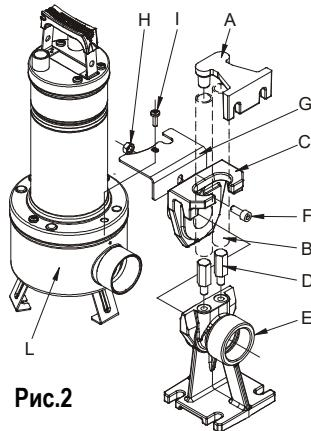

Рис.2
- Для стаціонарної установки рекомендується використовувати підйомний механізм DSD2 (постачається на замовлення – **Рис.2**) для полегшення виконання технічного обслуговування електронасоса. Цей механізм встановлюється між напірним отвором електронасоса та трубопроводом, і в процесі технічного обслуговування допомагає уникнути знімання напірного трубопроводу. Механізм DSD2 складається з 8 частин, плюс одна, яка не входить в комплект (труби 3/4"):
Опора встановлюється на дно та прикріплюється розширювальними гвинтами, відповідного розміру. Кріпильна скоба для труб розташовується у верхній частині колодязя та вставляється з кінця двох труб 3/4 " (не входять в комплект), які виконують роль жолоба. Дві трубы з'єднують скобу з опорою. З'єднати скобу підстави з фільтром насоса поруч з напірним отвором, закріплюючи її двома гвинтами, передбаченими для блокування кришки фільтра. Вийняти верхній болт з фланця з нагнітальної сторони (I). Встановити блокувальну скобу проти обертання (G). Повернути болт на місце (I). Зняти супорт з сполучної ніжки та з'єднати його з нагнітальним отвором насоса. За допомогою болта F і гайки H прикріпити супорт до насоса, як показано на схемі. Встановити вузол супорт / насос на ніжку (Рис.2).